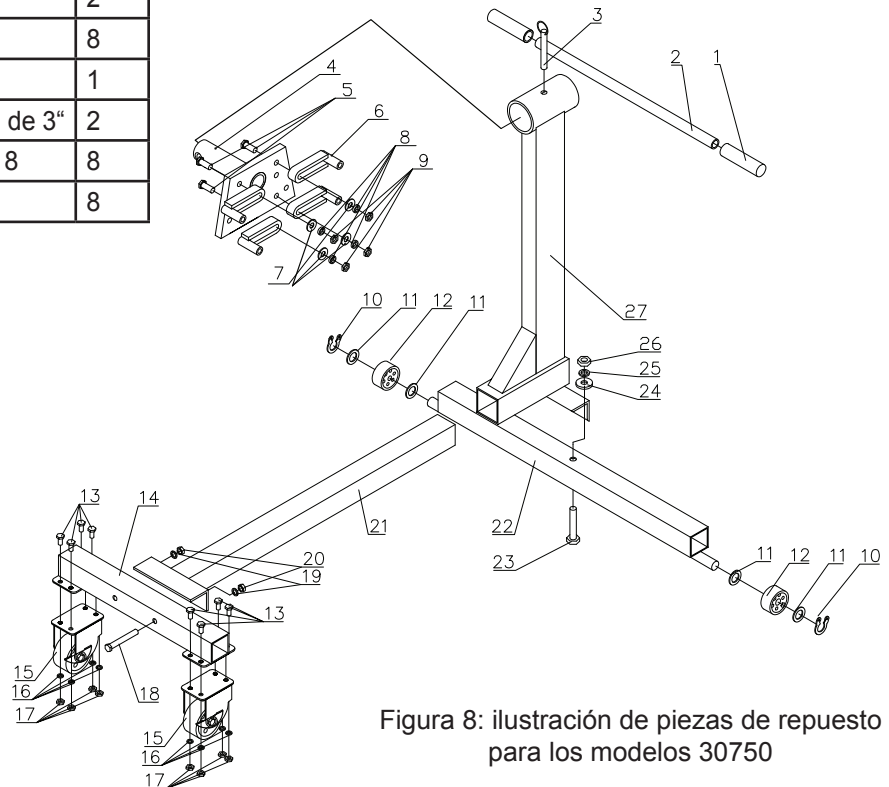

Figura 8: ilustración de piezas de repuesto para los modelos 30750
4. Para girar el motor lenta y cuidadosamente, libere el mecanismo de traba. Use la manija original para rotar, luego asegure utilizando el mecanismo de bloqueo (consulte las Figuras 1 y 2). Para el modelo 31256, implemente lenta y cuidadosamente la manivela (consulte la Figura 8).